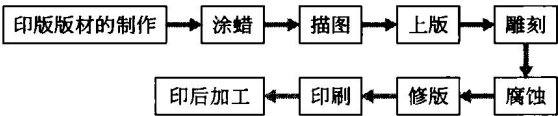

图 1-3 手工雕刻凹版印刷工艺流程
(1) 手工或机械雕刻凹版印刷工艺流程 这种工艺流程主要是采用手工或机械的方式，以金属（主要是铜板和钢板）为版材，在金属板平面上直接雕刻出凹下的图文制成凹版进行印刷。目前的有价证券凹版印刷中，这种工艺流程具有很好的防伪效果，其印刷工艺流程如图 1-3 所示。